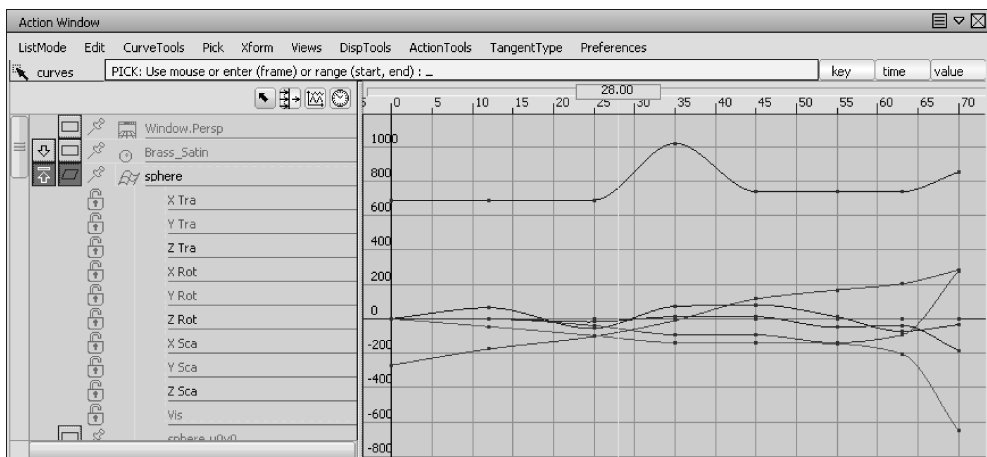

图 7-29 运动窗口
- 01 选择创建了动画的圆球体，执行菜单栏中【Animation】|【Editors】|【Action Window】命令，打开动作窗口，如图 7-29 所示。如果未显示图形编辑器，则单击位于动作列表器上方的图像编辑器按钮。